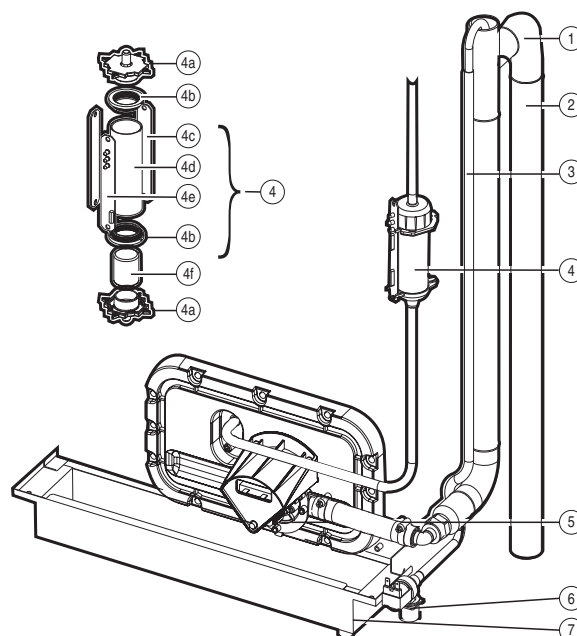

Fig. 2.e
- **Elettrovalvola di alimento** (Fig. 2.d, part. n. 3 - Fig. 2.e, part. n. 6)
- **Collettore di alimento e drenaggio** (Fig. 2.d, part. n. 6)
- **Elettrovalvola di drenaggio/pompa di scarico** (Fig. 2.d, part. n. 5 - Fig. 2.e, part. n.5)
- **Vaschetta di alimento** (Fig. 2.d, part. n. 1)